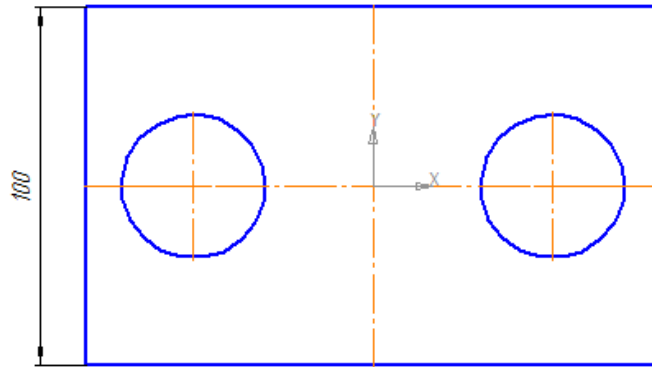

Рис. 13
- укажите положение размерной линии – 3. Щелчком ЛКМ задайте ее положение (рис. 13);